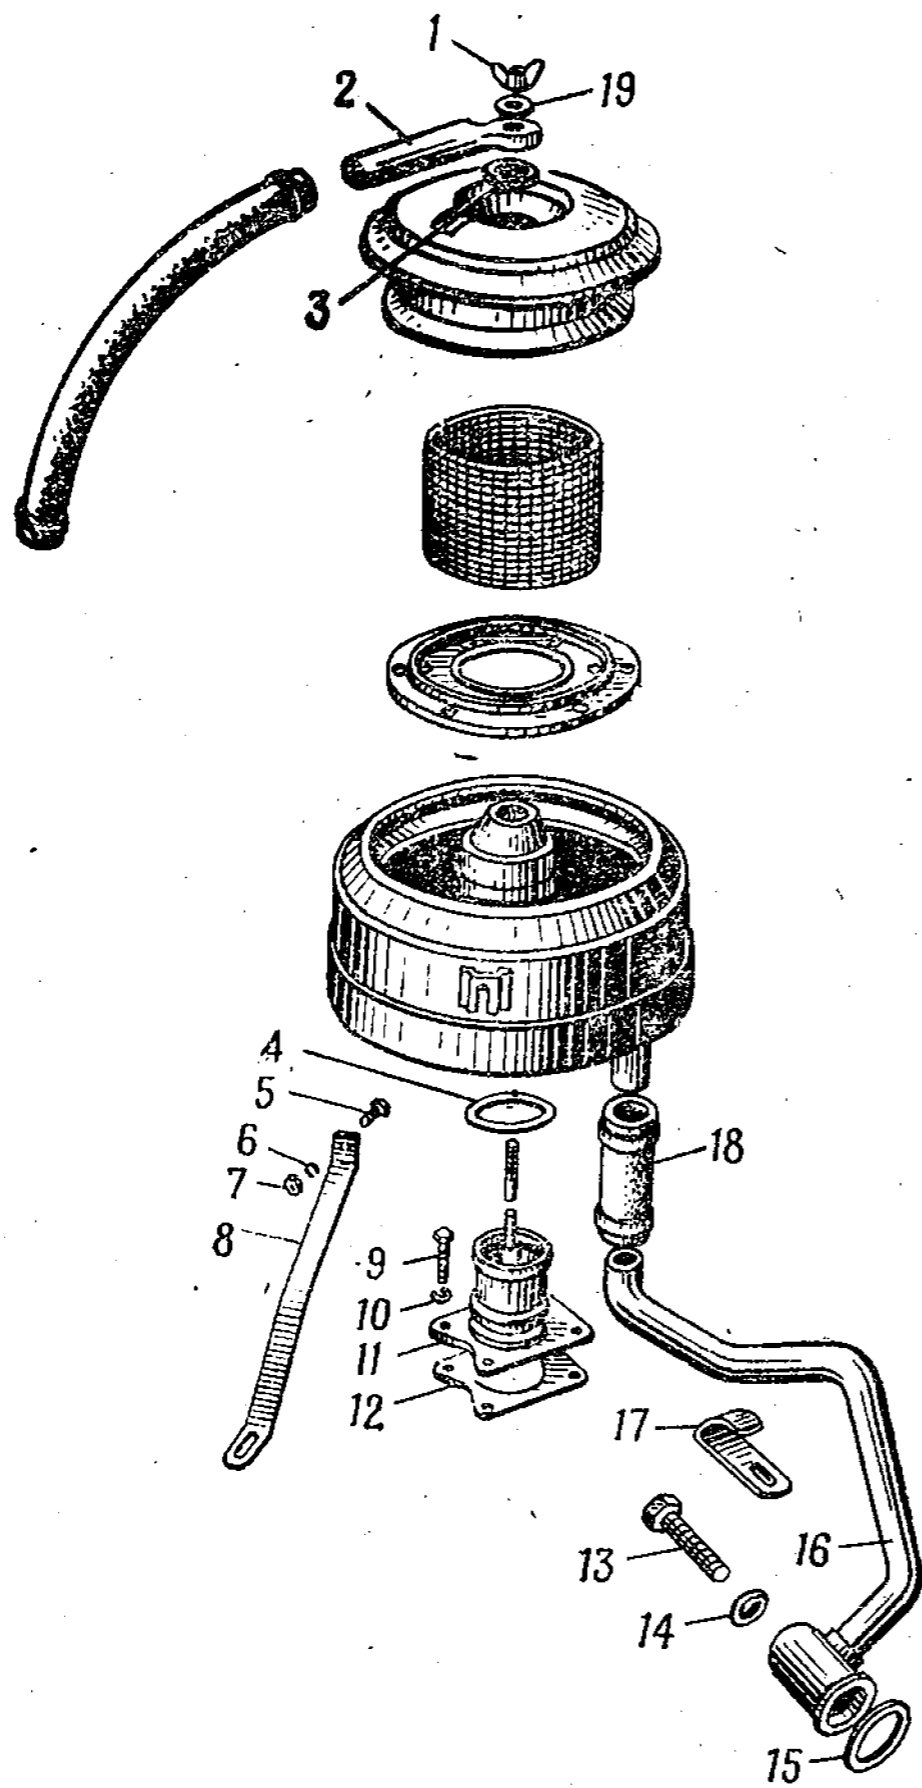

Рис. 1. Воздушный фильтр:
<p>10. Отвернуть гайку-барашек 1 (рис. 1) крепления воздушного фильтра, ослабить гайку 7 болта 5 крепления кронштейна 8 к фильтру и стяжную ленту хомутка крепления шланга 18 к патрубку фильтра, отъединить от фильтра подводной патрубком 2 с шайбой 19, снять воздушный фильтр в сборе</p>	<p>Ключ 12—14; бородок 4</p>
<p>38. Установить воздушный фильтр в сборе на патрубок 11 (рис. 1) так, чтобы головка болта 5 вошла в прорезь на корпусе фильтра, а патрубок корпуса фильтра вошел в отверстие шланга 18. Установить шайбу 19 и патрубок 2 на шпильку крепления воздушного фильтра, навернуть гайку-барашек 1, затянуть гайку 7 крепления кронштейна 8 и стяжную ленту хомутика крепления шланга 18</p>	<p>Ключ 12—14; бородок 4</p>
2. Отвернуть гайку-барашек 1 (рис. 1), снять шайбу 19, патрубок 2 вентиляции картера, прокладку 3	—